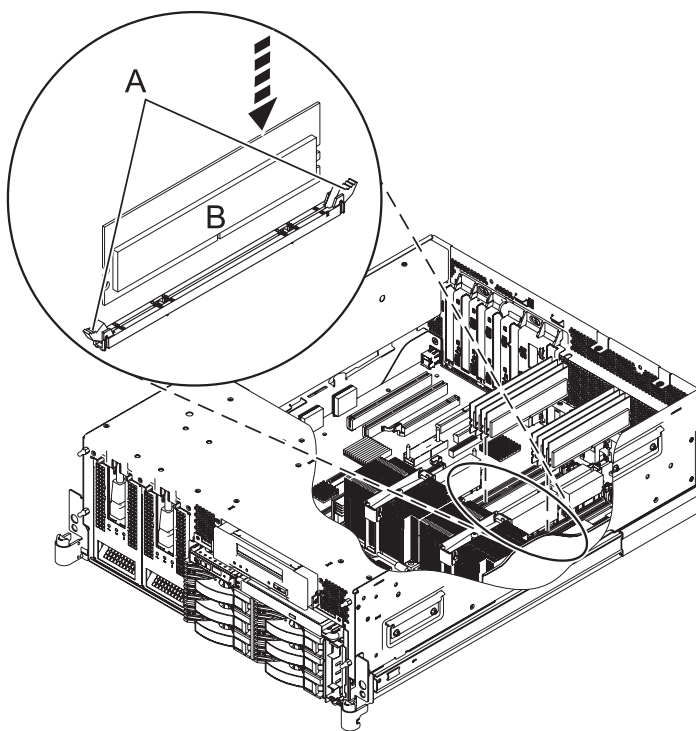

Figure 23. Remplacement d'un module de mémoire
3. Vérifiez que les languettes de verrouillage du connecteur **(A)** sont déverrouillées, comme indiqué dans la figure 23, avant d'installer un nouveau module de mémoire.
6. Sécurisez le module de mémoire **(B)** à l'aide des taquets de verrouillage **(A)** situés à chaque extrémité du connecteur du module de mémoire, comme illustré à la figure 23.